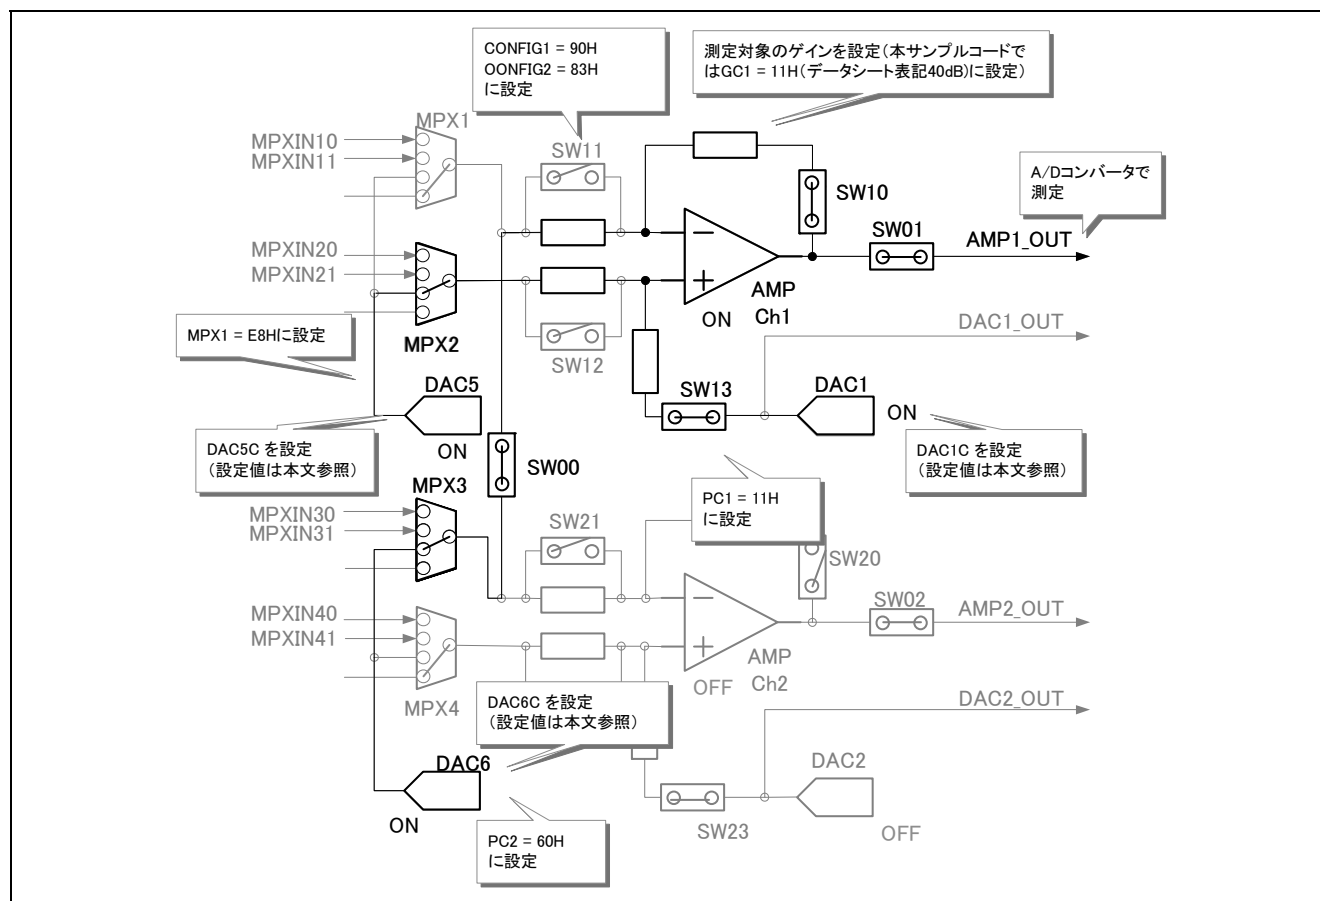

図 5-3 ゲイン誤差測定
Smart Analog IC 300 のレジスタ設定を下記に変更します。(図 5-3参照)
20H 設定時の最大値電圧を測定するため、上記②～④の動作を繰り返します。ただし、②の(ウ)で設定する D/A コンバータ Ch5 は 21H に設定します。(図 5-3参照)